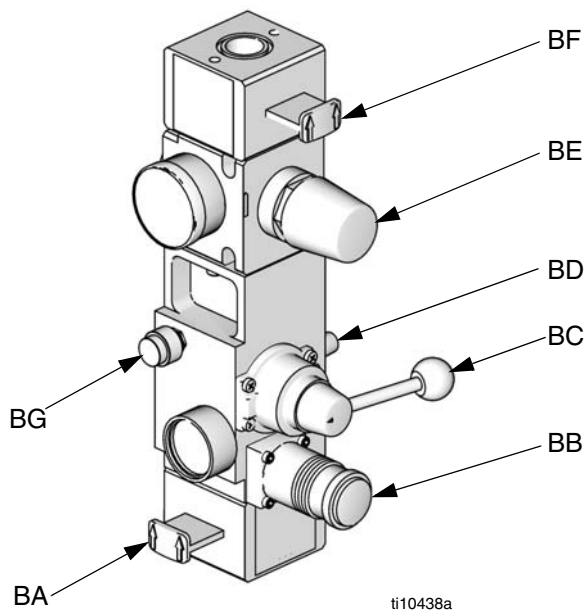

ABB. 3. Integrierte Druckluftsteuerung
- G Integrierte Druckluftsteuerung (siehe ABB. 3)